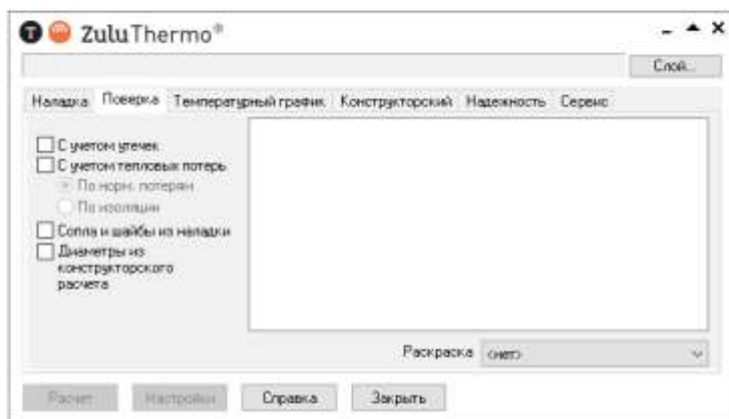

Рисунок 19.1. Окно теплогидравлических расчетов ZuluThermo
1. Выберите команду главного меню **Задачи ZuluThermo** или нажмите кнопку  панели инструментов. На экране появится окно теплогидравлических расчетов (смотрите Рисунок 19.1. «Окно теплогидравлических расчетов ZuluThermo»).